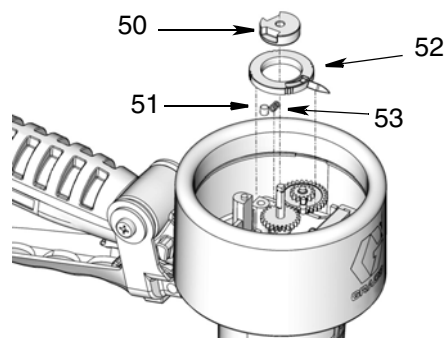

FIG. 23
4. Installare il puntatore inferiore (52), la molla (53), il perno (51) e il tappo (50) come illustrato nella FIG. 23. Servirsi di una chiave esagonale per serrare la vite di fissaggio del tappo.